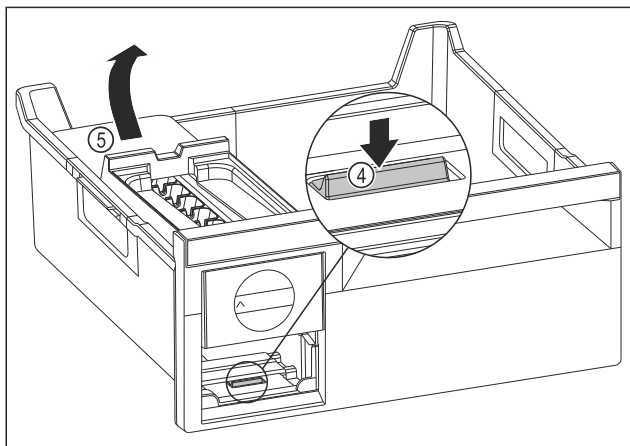

Fig. 141
- Wyjmowanie korpusu EasyTwist-Ice: Nacisnąć nakładkę Fig. 141 (4) palcem w dół i jednocześnie podnieść korpus EasyTwist-Ice Fig. 141 (5) od tyłu drugą ręką.